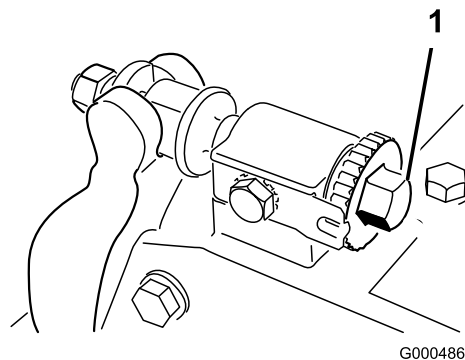

図 11
1. カッティングユニットを平らな水平の作業台の上に置く。ベッドバー調整ねじを左に回してベッドナイフとリールの接触をなくす図 11。